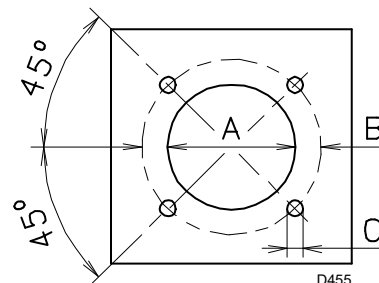

Fig. 15
Percer la plaque de fermeture de la chambre de combustion comme sur la Fig. 15 (Tab. K). La position des trous filetés peut être tracée en utilisant l'écran thermique fourni avec le brûleur.
- Introduire tout le brûleur sur le trou de la chaudière, précédemment prédisposé, (Fig. 15, et le fixer avec les vis fournies de série.